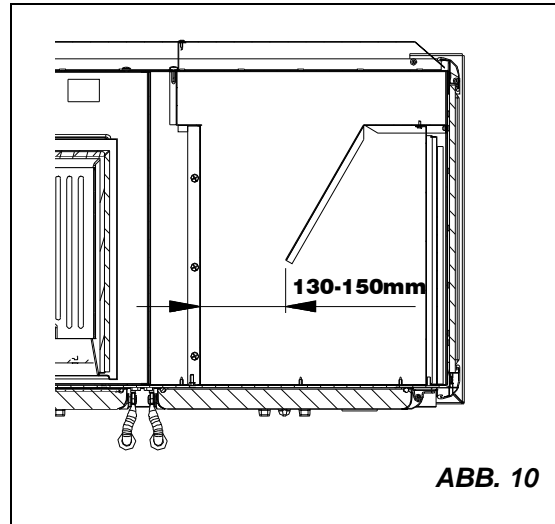

ABB. 10
5. die Position der Rauchleitblechs kontrollieren (siehe ABB. 10);